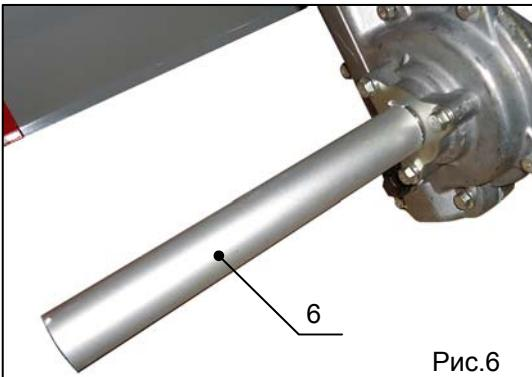

Рис.6
1. Снимите с редуктора транспортировочные трубы (поз.6, рис.6)